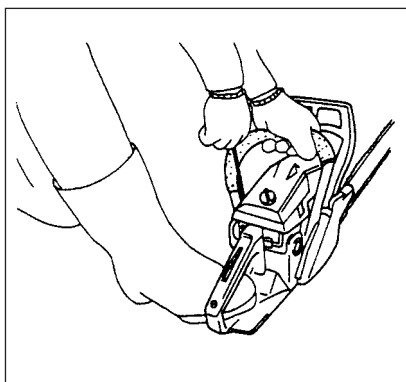

Fig. 2-4
3. Puxe suavemente do cabo de arranque, até sentir resistência de compressão. A partir de então, puxe com força. Tenha o cuidado de manter o manipulo firmemente na mão e não deixá-lo voltar para trás. (Fig. 2-4)